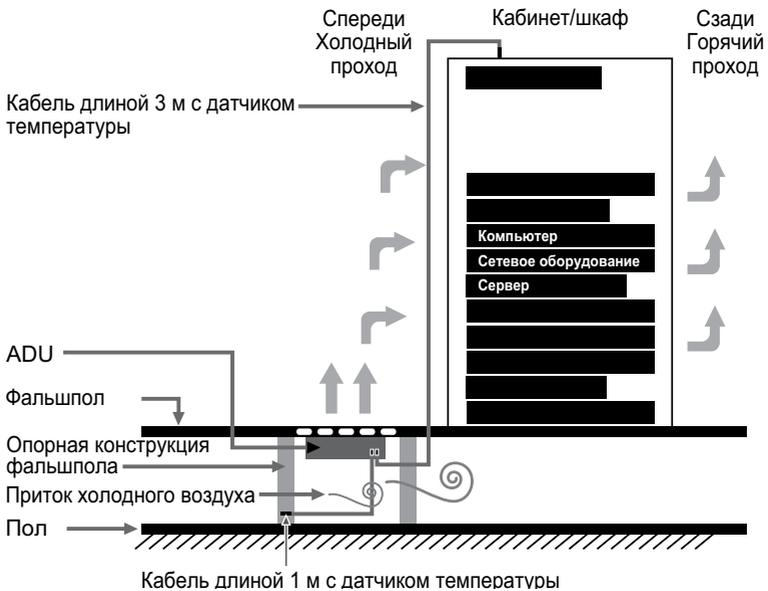

Рис. 3-f. Схема подачи воздуха через ADU
17. Схема подачи воздуха через ADU показана на **Рис. 3-f**.